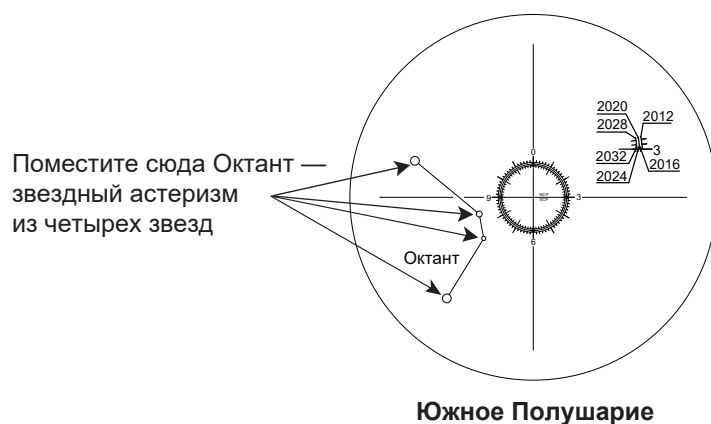

Рис. 3.2a
1. После включения питания монтировки и подсветки сетки искателя полюса в поле зрения искателя полюса можно увидеть сетку, показанную на рис. 3.2a. Если изображение выглядит размытым, для фокусировки поверните рифленое кольцо окуляра искателя полюса.
3. **Для наблюдений в Южном полушарии:** в поле зрения искателя полюса найдите четыре неяркие звезды (звездной величиной между 5 м и 6 м), образующие астеризм, похожий на астеризм созвездия Октант (см. изображение на сетке искателя полюса, рис. 3.2a). Ослабьте фиксатор оси прямого восхождения и поверните ось прямого восхождения до совмещения положения звезд астеризма созвездия Октант с положением четырех звезд, изображенных на сетке. С помощью винтов регулировки по высоте и винтов регулировки по азимуту поместите 4 звезды в 4 круга, показывающее положение звезд созвездия Октант.
Так как Полярная звезда расположена не в точности на Северном полюсе мира, в искателе полюса вы можете наблюдать, как она вращается вокруг него. Большой круг, который находится в центре картины, видимой в искатель полюса (см. рис. 3.2a), — это условное изображение орбиты Полярной звезды вокруг Северного полюса мира. Для корректного выполнения процедуры настройки оси необходимо определить положение Полярной звезды на этом круге. Для этого можно использовать два метода:
2. В конце процесса инициализации пульта управления SynScan, после ввода координат местоположения, даты, времени и настроек летнего времени, на экране пульта управления SynScan появится сообщение: “Polaris Position in P.Scope=HH:MM” (Положение Полярной звезды в поле зрения искателя полюса=ЧЧ:ММ). Если представить большой круг на рис. 3.2a в виде циферблата часов со значением 12:00 сверху, отображаемое на экране пульта значение “ЧЧ:ММ” показывает значение текущего времени на этом циферблате. Положение часовой стрелки таких часов показывает положение Полярной звезды в поле зрения искателя полюса. Для завершения настройки полярной оси поместите Полярную звезду на соответствующее место на большом круге.